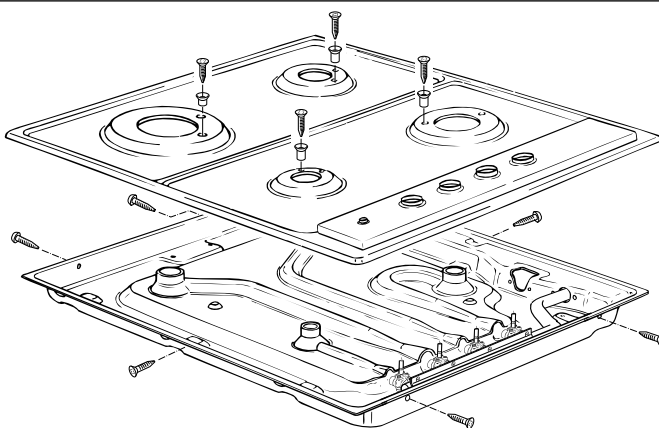

Fig. 5.3
- desserrer les 6 vis, illustrées sur la fig. 5.3.